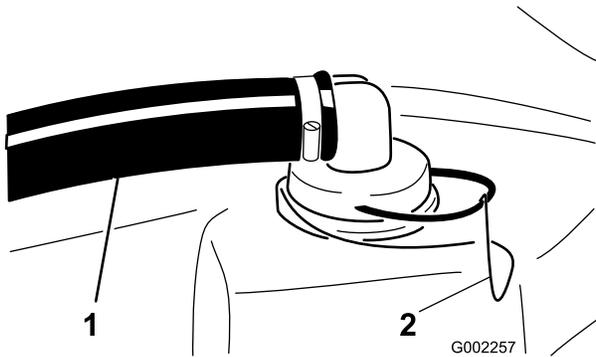

Bild 55
2. Nehmen Sie die Halterung vom roten Anschlussstück ab, an das der dicke Schlauch oben am Behälter angeschlossen ist (Bild 55).
3. Schließen Sie den Schlauch vom Behälter ab (Bild 55).